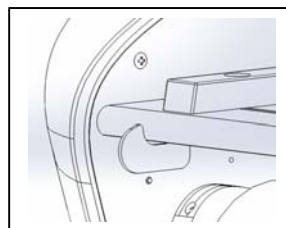

Figure 5
- DISPOSITIFS DE VERROUILLAGE DE LA TABLE D'ALIMENTATION** : (Figure 5) Utilisés pour déverrouiller et verrouiller la TABLE D'ALIMENTATION.
- DISPOSITIF DE GUIDAGE DE LA TABLE D'ALIMENTATION** : (Figure 5) Aligne les objets lorsqu'ils sont insérés dans la contrecolleuse. Ceci est particulièrement utile pour éviter que les objets longs soient insérés et acheminés de travers. Le dispositif de